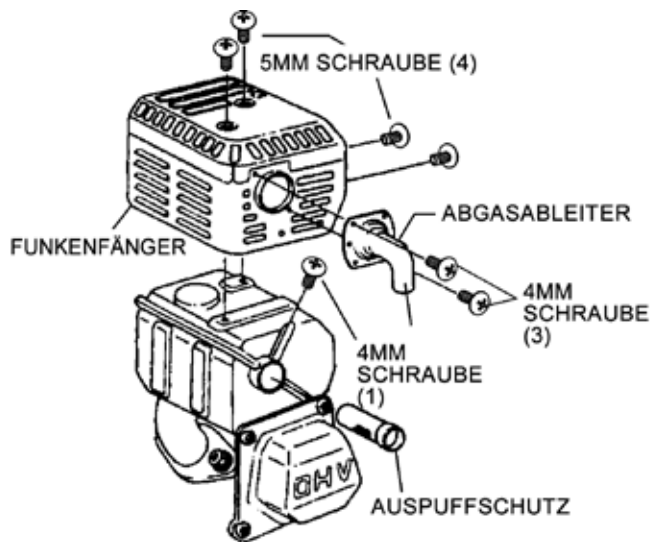

Abbildung 46. Entfernung des Funkenfängers
1. Entfernen Sie die 4 mm Schraube (3) vom Abgasableiter und entfernen Sie dann den Ableiter selbst. Siehe Abbildung 46
2. Entfernen Sie die 5 mm Schraube (4) vom Auspuffschutz und entfernen Sie dann den Auspuffschutz selbst.